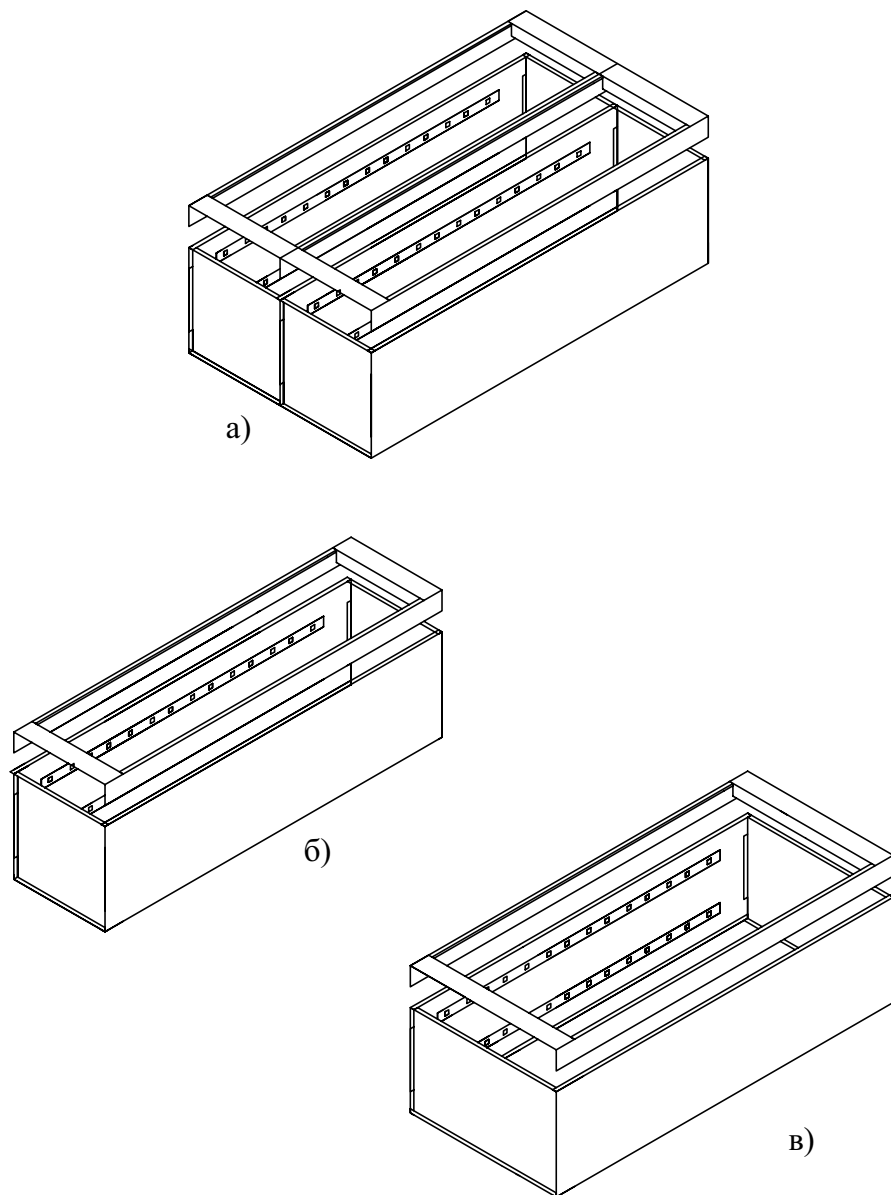

Рис.3
4.3. Установить лицевую панель. (Рис.3б,в) Скрепить панель лицевую с боковинами.
Для ШСА 100(50)/40 установить лицевые панели по одной на каждую секцию, расположив боковины и перегородку внутри панелей. Скрепить панели лицевые с боковинами, а затем между собой и перегородкой (Рис.3а).